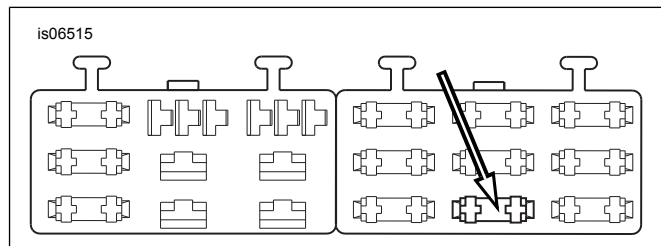

Рисунок 9. Полость блока предохранителей с меткой OPEN (модели Dyna 2004 и более поздних годов)
4. См. Рисунок 9 . Найдите полость предохранителя (1), отмеченную как OPEN (ОТКРЫТО) на крышке правого блока предохранителей. Там должен быть провод, питающий одну сторону этой цепи, но сопрягаемый провод или плавкий предохранитель отсутствует. Вставьте клемму на оранжево-белом проводе адаптера до упора. В качестве ориентира по глубине и ориентации используйте расположенную рядом клемму, установленную на заводе.